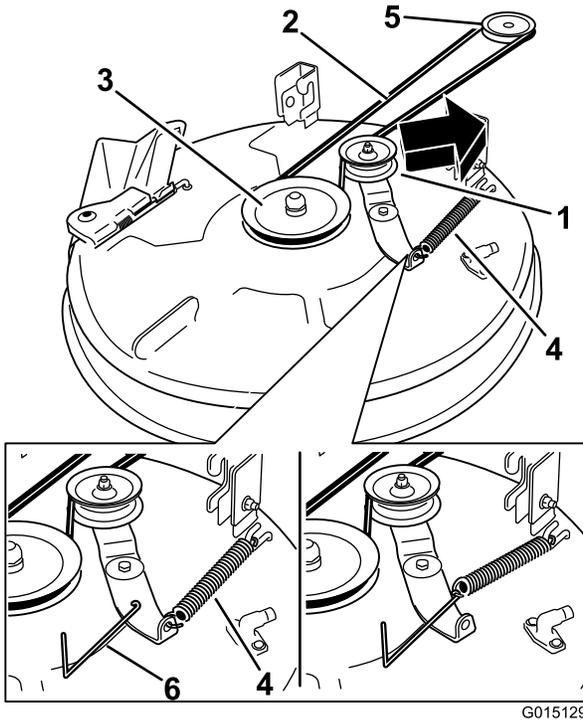
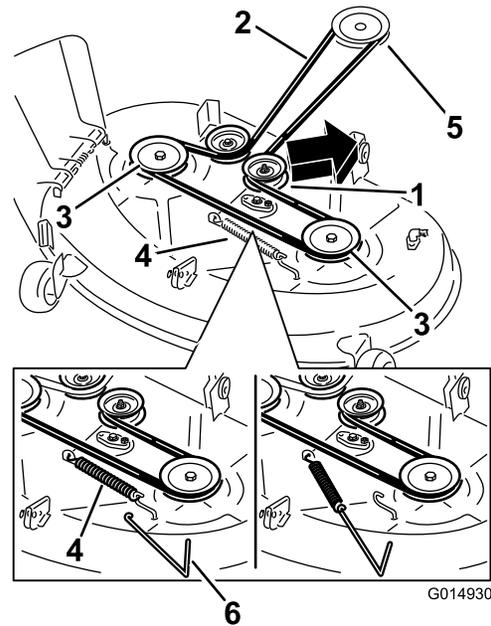

Figura 46
Figura 47
tensor del gancho de la carcasa para eliminar la tensión de la polea tensora, y retire la correa de las poleas (Figura 46 y Figura 47).
6. Pase la correa nueva alrededor de las poleas del motor y del cortacésped (Figura 46 y Figura 47).
7. Usando una herramienta para la retirada de muelles (Pieza Toro N° 92-5771), instale el muelle tensor sobre el gancho de la carcasa y tense la polea tensora y la correa (Figura 46 y Figura 47).